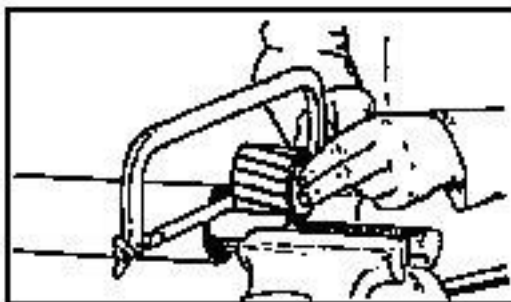

Bild 4: Profilrohr absägen
6. Sägen Sie das Profilrohr ab (siehe Bild 4).